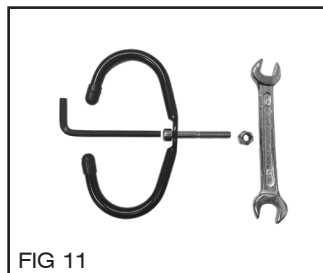
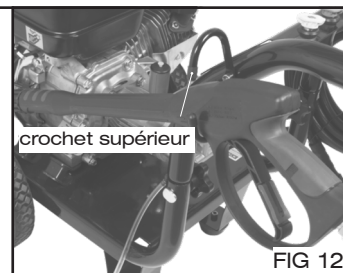

FIG 11
FIG 12
6. Installez le crochet supérieur du pistolet, à l'aide de (1) vis à chapeau à tête creuse M6 x 45 mm de longueur, (1) écrou M6, de la clé hexagonale et de la clé ouverte incluses (FIG 11). Resserrez fermement la vis. Assemblez la baguette en vissant ensemble les connexions filetées des deux parties de la baguette. Suspendez la baguette au crochet supérieur du pistolet, tel qu'illustré à la (FIG 12).